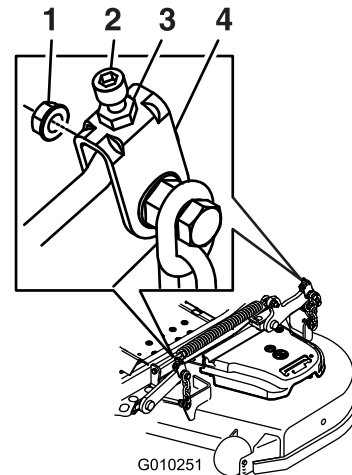

Figura 93
contratuerca de la parte superior. Gire el tornillo de ajuste hasta obtener una altura de 7.6 mm (3") (Figura 93).
16. Gire el tornillo de ajuste hasta obtener una altura de 8.3 mm (3 1/4") (Figura 93).